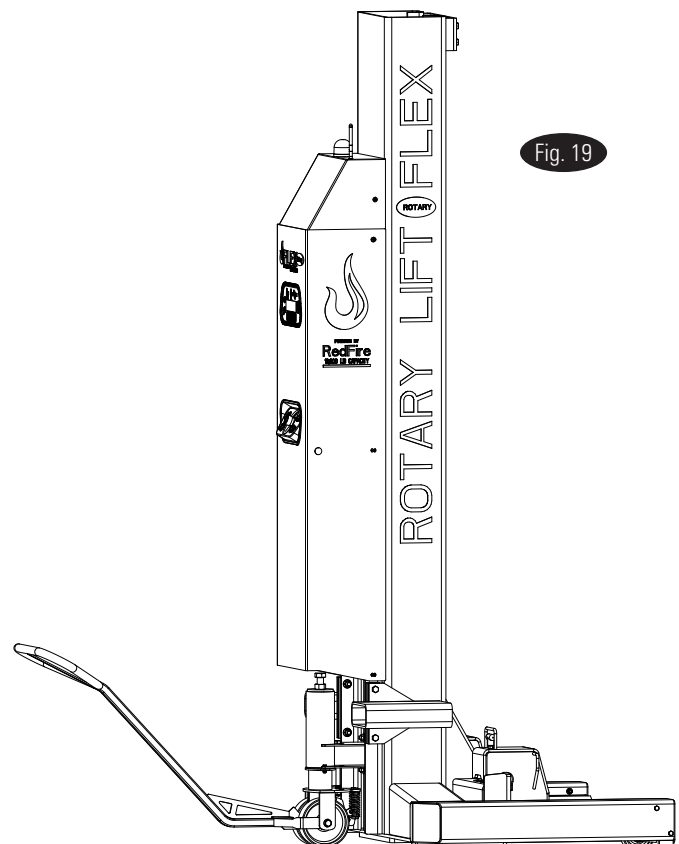

Fig. 19
- e.) Para mover la columna, asegúrese de que la columna no esté cargada, y gire el mango hacia abajo, liberando el bloqueo de la rueda, y empuje o tire del mango o de la columna mientras conduce con el mango, Fig. 19.